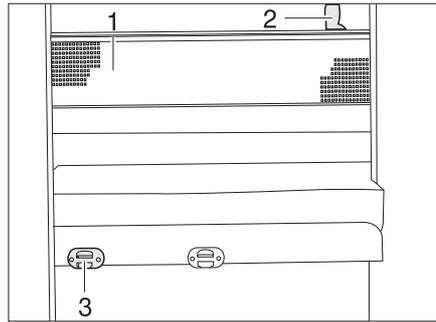

Bild 125 Sicherungsnetz
*Einhängen:* ■ Die Aufstiegsleiter mit den Holmen in die Halterung (Bild 125,3) an der Blende einhängen.
**Sicherungsnetz** Das Sicherungsnetz (Bild 125,1) ist serienmäßig zwischen Matratze und Lattenrost verstaut. Das Sicherungsnetz erst aufspannen, wenn sich die Person bereits im Bett befindet.
*Aufspannen:* ■ Die Haltebänder (Bild 125,2) in die Halterungen an der Decke einrasten.